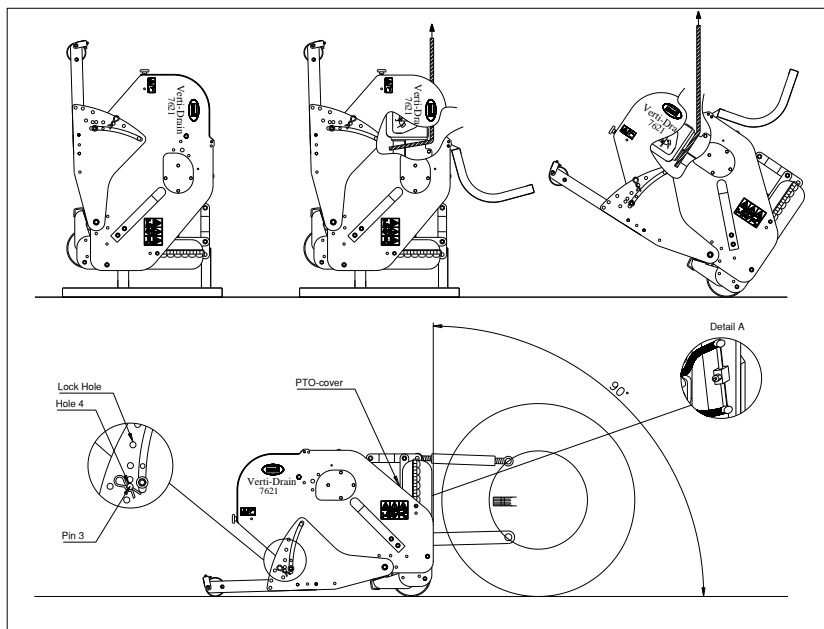

Bild 8
Maskinen står lodrätt på lastpallen. För att ta bort lastpallen och få maskinen vågrätt på marken ska man göra så här (se bild 8):
- @ Vid 90 grader går piggarna endast vertikalt ner i marken om maskinen är korrekt installerad, se bild 8. Om inställningen inte är korrekt, kan det uppstå en kraft F, se bild 12, som orsakar maskinskadorna.
@ Om Verti-Drain® inte har monterats ordentligt bakom traktorn, se bild 8, kan olika vinklar på kraftöverföringsaxeln orsaka vibrationer i drivningen på maskinen. Dessa vibrationer kan skada maskinen och hålen i marken.